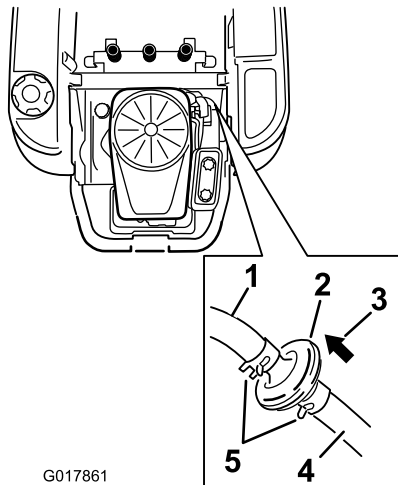

Figura 36
3. Levante el asiento y localice los filtros de combustible (Figura 36).
4. Apriete los extremos de las abrazaderas y deslícelas por el tubo alejándolas del filtro (Figura 36).
Nota: Acerque las abrazaderas al filtro (Figura 36) para sujetar éste.